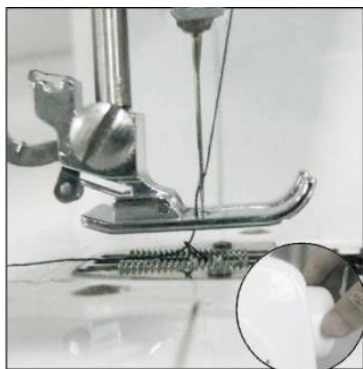

Рисунок 9
- 4) Удерживая конец верхней нити одной рукой, а другой рукой поверните маховик против часовой стрелки, игольная нить захватит шпульную нить и вытянет ее через отверстие под иглой (Рисунок 9).